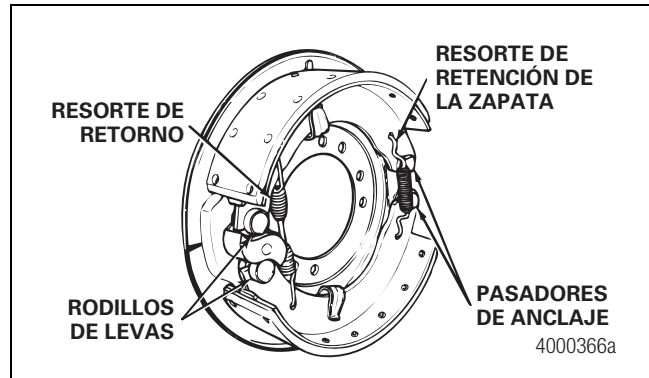

Figura 5.29
- Instale un nuevo resorte de retorno de la zapata con el extremo abierto de los ganchos del resorte apuntando hacia el árbol de levas. Instale las zapatas en los pasadores de anclaje. Figura 5.29.